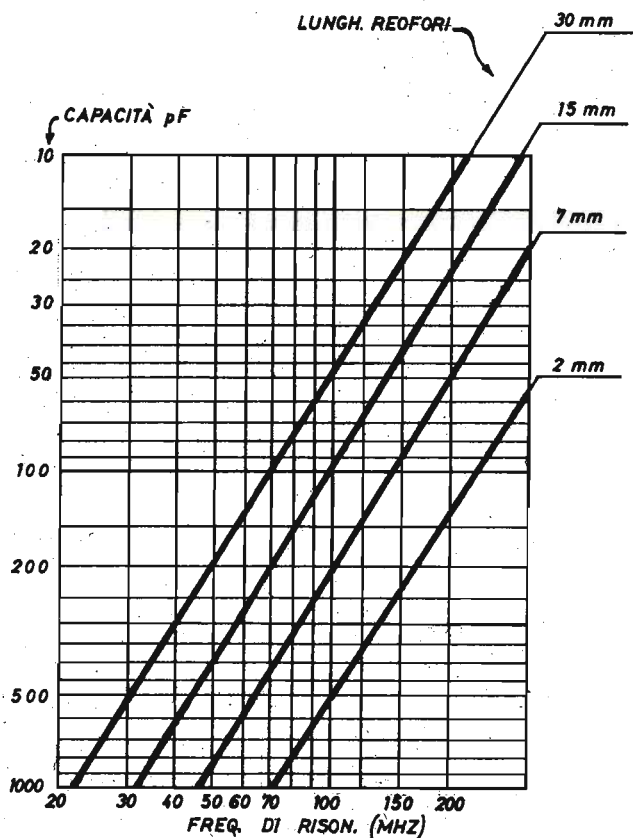

Fig. 1 - Diagrammi interpretativi delle variazioni della frequenza di risonanza dei condensatori al variare della capacità e della lunghezza dei reofori.
**Fig. 1 - Esempio di disturbo, durante la ricezione TV, di breve entità. Si tratta principalmente di un'interferenza che non trova precisa corrispondenza con le portanti audio e video del televisore.**